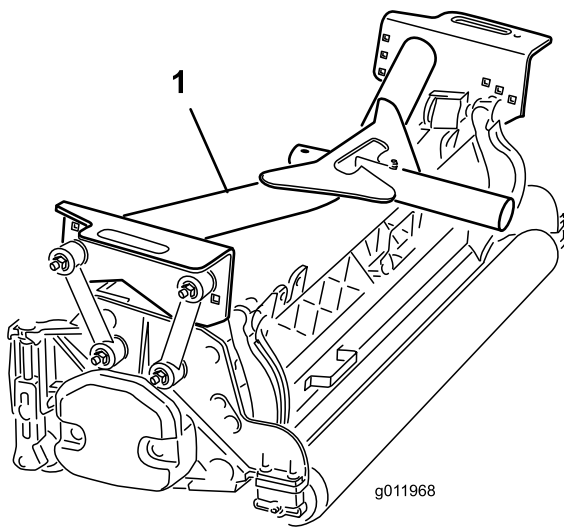

図 16
2. 前キャリアフレーム 図 16 を各前カッティングユニットに載せる。